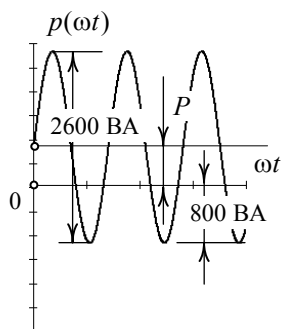

Рис. 8.5
Графики изменения мгновенной мощности потребителей изображены на рис. 8.5 – 8.7. По кривой $p(\omega t)$ определить полную S , активную P , реактивную Q мощности и $\cos \phi$ потребителя.
Установленное выражение отражает графики изменения мгновенной мощности (рис. 8.5 – 8.7). Следовательно, величину полной мощности S на графике определяет амплитудное значение синусоиды, изменяющейся с двойной частотой, а величину активной мощности P – сдвиг синусоиды по оси ординат относительно оси симметрии.
2. Рассмотрим график мгновенной мощности (рис. 8.5). Полная мощность цепи $S = \frac{2600}{2} = 1300$ ВА, активная мощность $P = 1300 - 800 = 500$ Вт, реактивная мощность